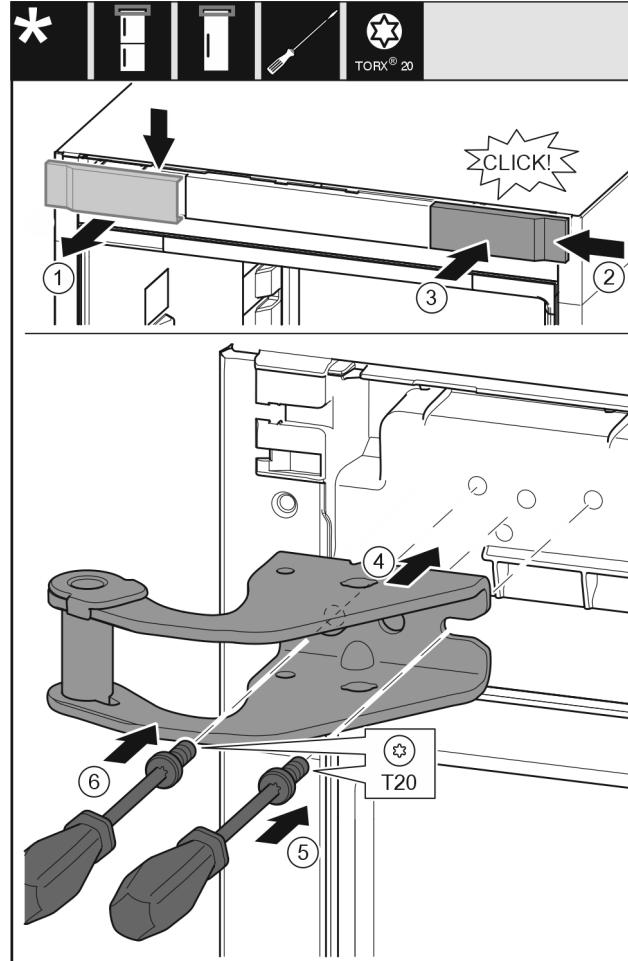

Fig. 15
- Снимите крышку Fig. 15 (1) сверху вперед.
- Навесьте крышку Fig. 15 (2), повернув ее на 180°, справа с другой стороны.
- Зафиксируйте крышку Fig. 15 (3).
- Установите верхний опорный кронштейн Fig. 15 (4).
- Установите и затяните винт Fig. 15 (5) отверткой.
- Установите и затяните винт Fig. 15 (6) отверткой.